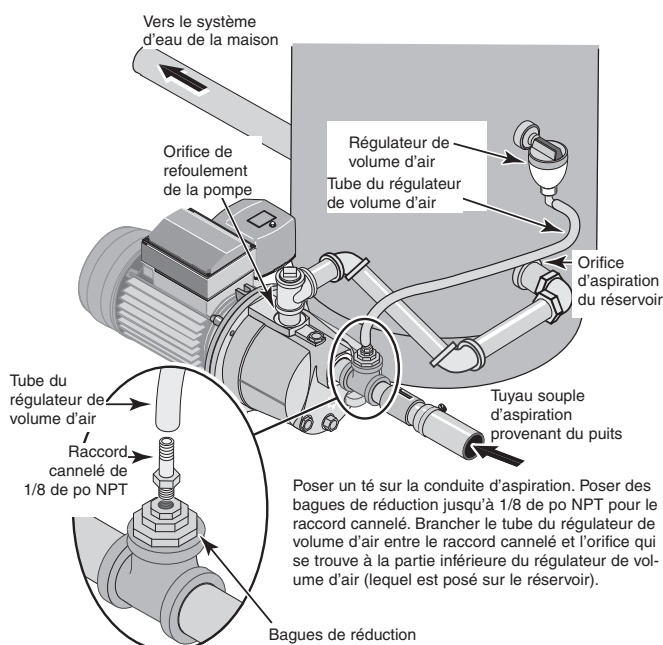

Figure 6 : Branchements sur un réservoir standard
BRANCHEMENT SUR UN RÉSERVOIR STANDARD (FIGURE 6)
1. Poser un té dans l'orifice de refoulement de la pompe (voir la Figure 6).
3. Poser un té et des bagues de réduction sur le tuyau d'aspiration, comme il est illustré à la Figure 6.